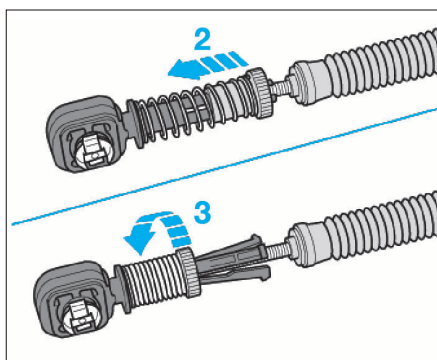
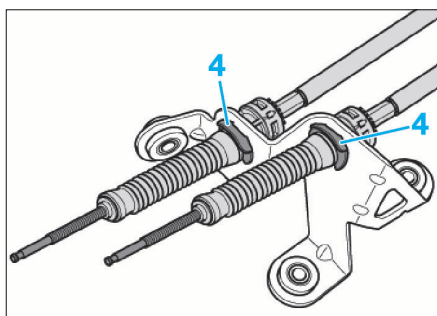
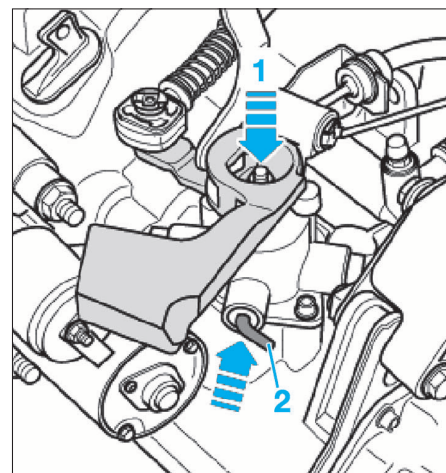

FIG. 13
FIG. 14
FIG. 16
- Repousser le mécanisme de sûreté des câbles vers l'avant jusqu'en butée (2) (Fig.13).
- Tourner le mécanisme de sûreté des câbles vers la droite (3) jusqu'à ce qu'il se verrouille.
- Déposer les segments d'arrêt (4) (Fig.14) et sortir les câbles.
- Bloquer l'arbre de commande comme suit (Fig.16) :
- enfoncer l'arbre dans le sens de la flèche (1).
- pousser la pige (2) jusqu'à ce qu'elle s'enclenche dans l'arbre de commande.